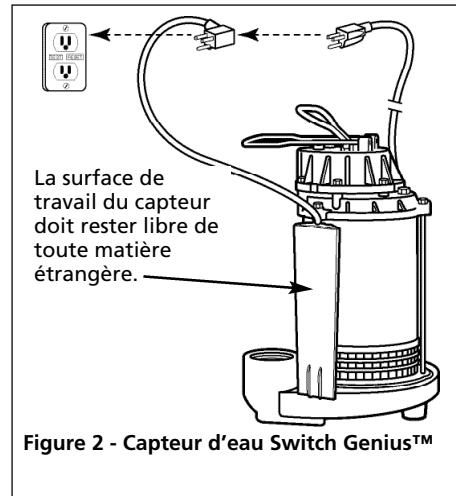

Figure 2 - Capteur d'eau Switch Genius™
3. Insérer la fiche du cordon de la pompe directement à l'arrière de la fiche du cordon à capteur d'eau (figure 2).
fonctionnement en retirant brièvement le cordon de la pompe de l'arrière de la fiche du capteur d'eau et en l'insérant directement dans la prise mise à la terre. Dans cet état, la pompe fonctionnera continuellement. Lorsque le fonctionnement de la pompe est vérifié, replacer le cordon de la pompe à l'arrière de la fiche du capteur d'eau (voir la figure 2).
5. Essuyer régulièrement la surface du capteur d'eau pour éviter que de la vase ou autres revêtements s'accumulent sur le capteur (voir la figure 2).